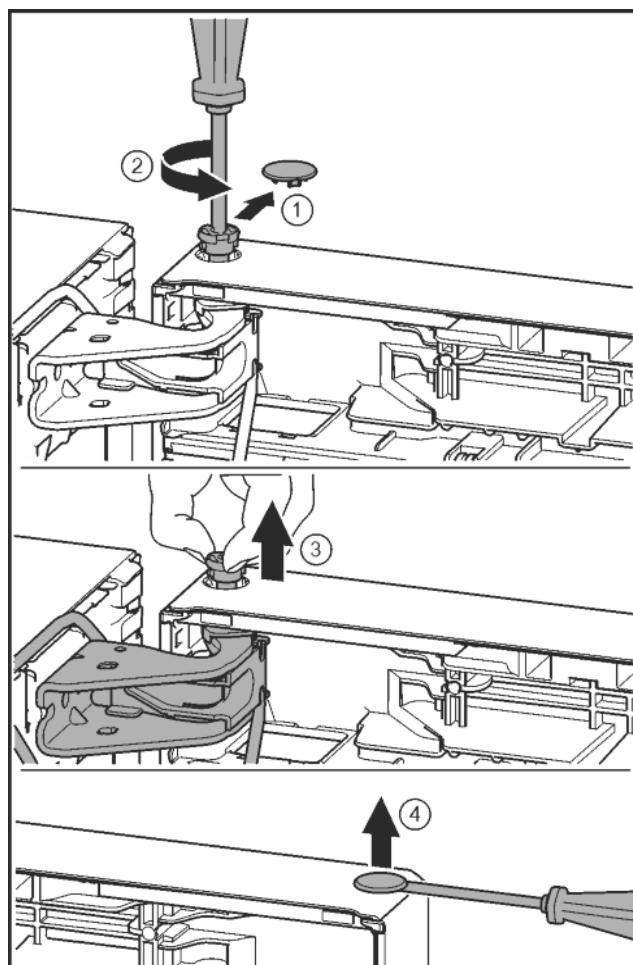

Fig. 19
- Притисніть накладку. Fig. 19 (1)
- Витягніть тримач кабелю із зафікованим в ньому кабелем. Fig. 19 (2)